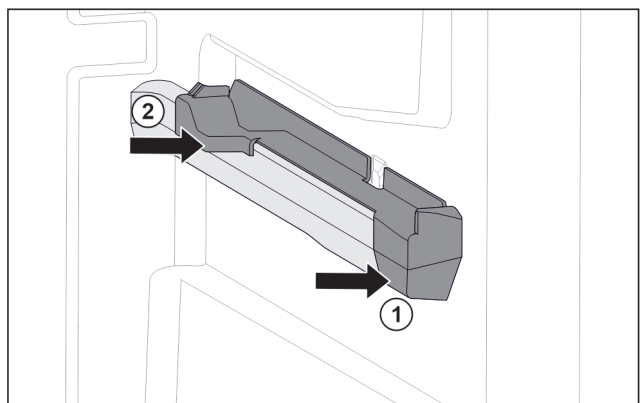

Fig. 124 Piesă de fixare pe nervura din dreapta a recipientului
- ▶ Așezați piesa de fixare în față pe nervura recipientului. Fig. 124 (1)
- ▶ Apăsați piesa de fixare spre spate. Fig. 124 (2)